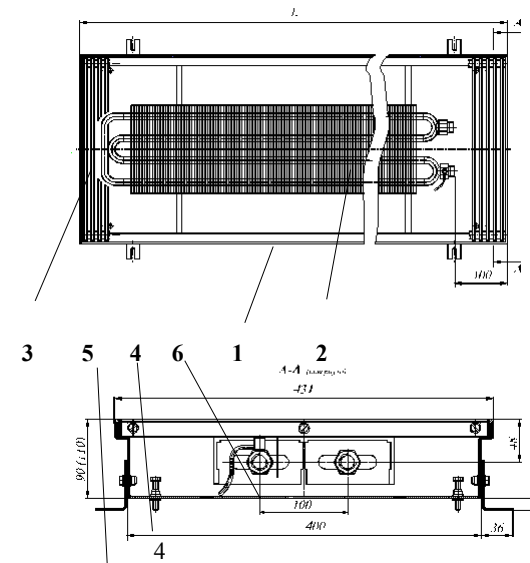

Рис. 1 Конвектор КРКД 43.09(11).60...300 концевой
Конвекторы имеют (см. рис.1,2):
4.2 Размеры и технические характеристики изделий представлены на Рис.1, 2 и в таблице 1,2 .
- 5.4 После соединения теплового пакета с трубопроводами и запуске системы отопления, при необходимости, выполнить удаление воздуха. Для этого свободный конец пластиковой трубки воздушного клапана 6 (см. рис.1) опустить в заранее приготовленную емкость для слива воды. Ключом отвернуть клапан на 0,5-1,5 оборота. После удаления воздуха, клапан закрыть.